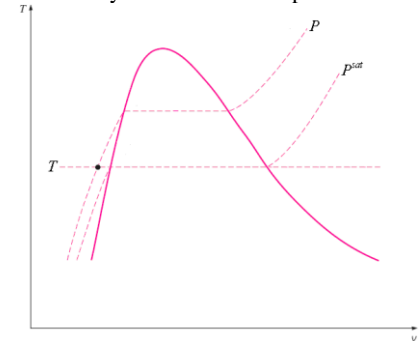

Figura 5.
- $P > P^{sat} \Rightarrow$ Líquido comprimido (Figura 5);